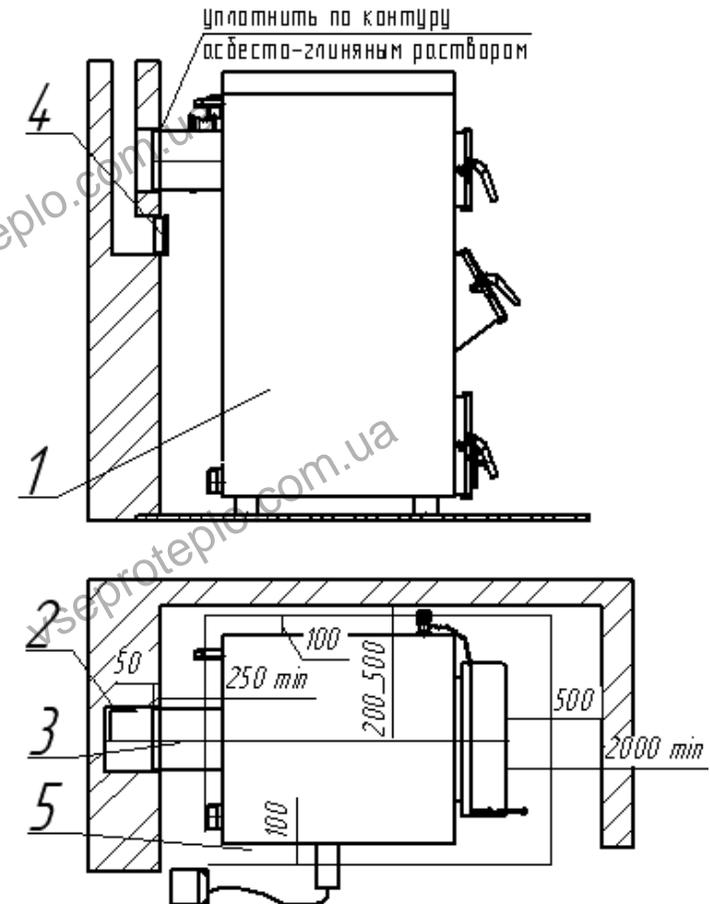

Рис. 3 Рекомендованная схема установки аппарата и присоединения к дымоходной трубе.
- рекомендованные размеры установки аппарата согласно рис. 3